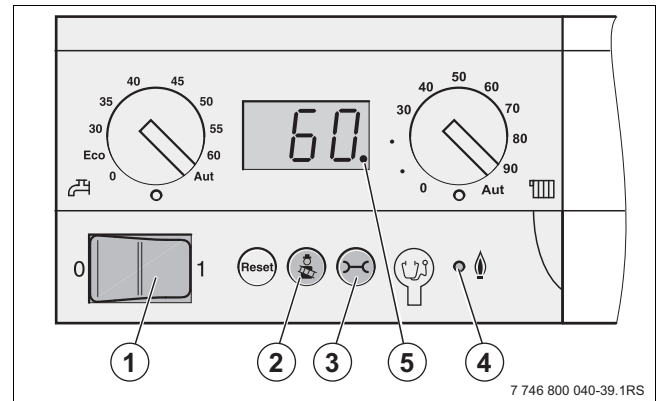

Fig. 57 Unitatea de comandă a controlerului de bază
- ▶ Puneți în funcțiune echipamentul, setând întrerupătorul principal de la nivelul panoului de comandă al controlerului de bază la „1” (Por) (→ fig. 57, [1]).
- ▶ Punctul decimal (→ fig. 57, [5]) se stinge.